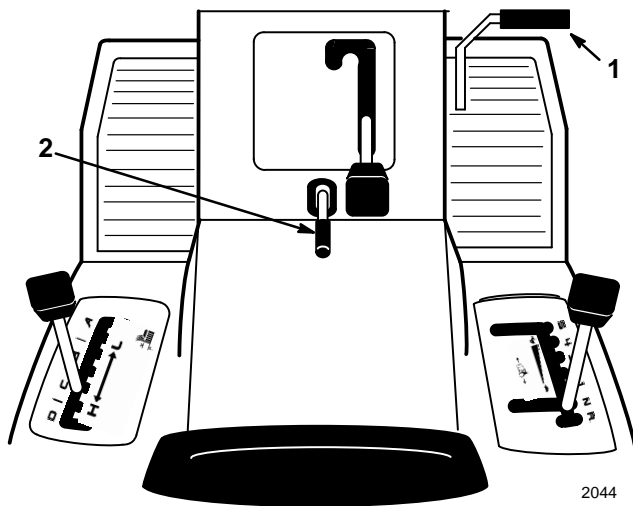

Figure 2
1. Enfoncer la pédale de frein et embrayage (Fig. 2) et la maintenir en position enfoncée.
2. Lever le levier de frein de stationnement (Fig. 2) et lâcher progressivement la pédale de frein et embrayage. La pédale doit rester bloquée en position enfoncée.
1. Enfoncer la pédale de frein et embrayage (Fig. 2). Le levier de frein de stationnement doit se déverrouiller.